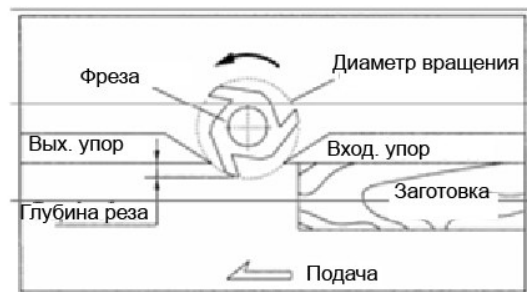

Рисунок 26
1. Для нормальной работы, когда вся часть исходной кромки заготовки не касается фрезы, правильно, когда две части алюминиевого упора (входной и выходной) находятся на прямой линии, как показано на Рис. 26.